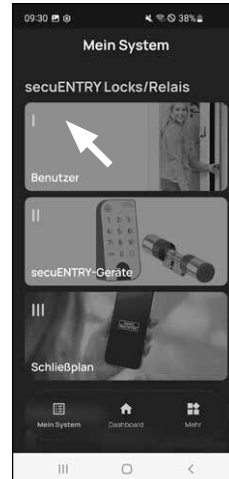

Abb. 2
- 2 Tippen Sie auf den ersten Menüpunkt „I - Benutzer“ (Abb. 2).
- 3 Sie sehen eine Auflistung der bereits angelegten Benutzer. Tippen Sie den Benutzer an, für den Sie den RFID-Transponder einrichten möchten (Abb. 2).